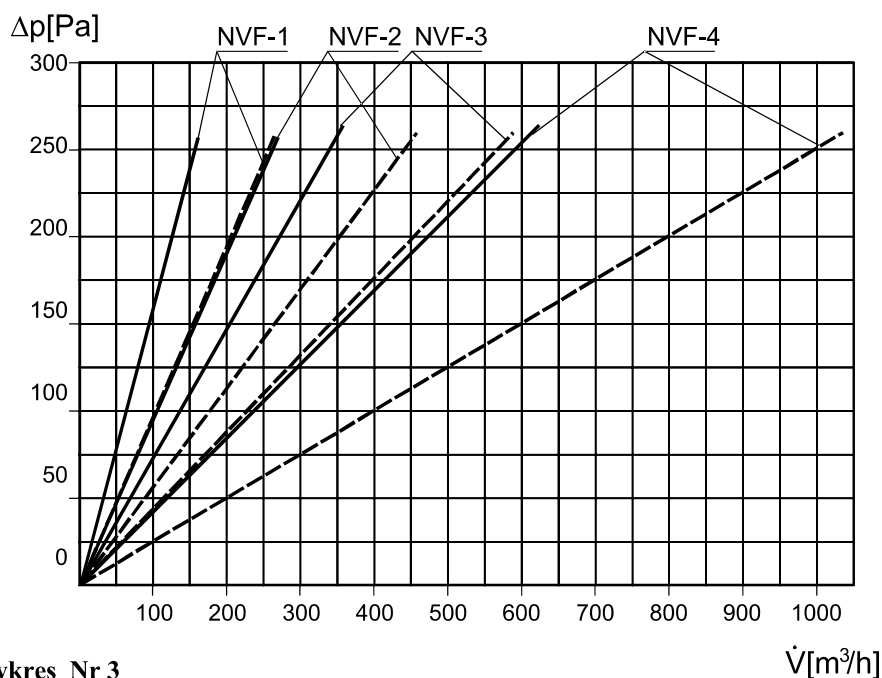

Rys. Nr 4 Nawiewnik NVF
- nawiewniki z wypływem wirowym typu **NVF** – Rys. Nr 4